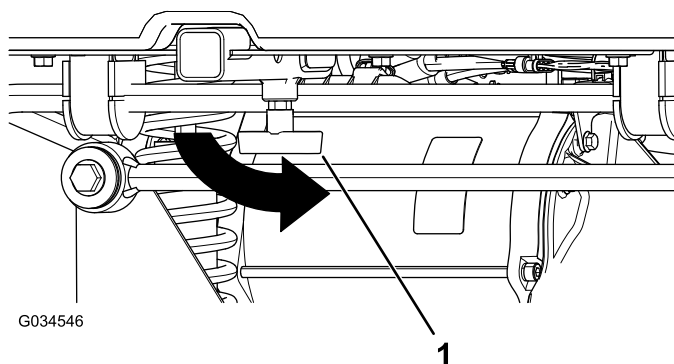

Figura 20
4. Aperte a pega em "T" rodando-a no sentido contrário ao dos ponteiros do relógio (Figura 20).